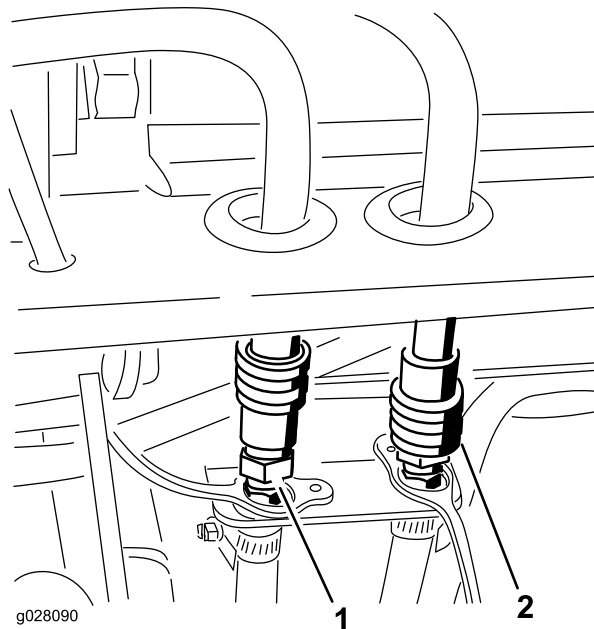

Figura 68
2. Collegate i flessibili della pressione della cabina e di riscaldamento di ritorno agli accoppiatori rapidi sul supporto del telaio posteriore (Figura 68).